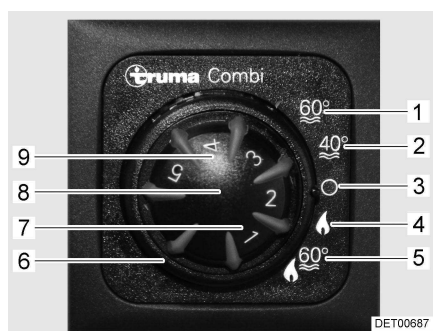

Fig. 80 Unidad de mando
- Ajustar el modo de funcionamiento con el interruptor giratorio (Fig. 80,6).
En el modo de invierno "calefacción y preparación de agua caliente" (Fig. 80,5), al conectar la calefacción, automáticamente también se calentará el agua sanitaria. Cuando la calefacción se desconecta al alcanzar la temperatura ambiente deseada, se continuará calentando el agua sanitaria hasta alcanzar la temperatura del agua.
En el modo de funcionamiento "sólo calefacción" (Fig. 80,4), la calefacción puede funcionar estando el depósito de agua sanitaria vacío.
- Girar el botón giratorio de temperatura (Fig. 80,8) de la unidad de mando al nivel deseado.
- Ajustar el interruptor giratorio (Fig. 80,6) en modo de invierno "sólo calefacción" (Fig. 80,4) o en modo de invierno "calefacción y preparación de agua caliente" (Fig. 80,5).
La luz de control verde (Fig. 80,7) estará iluminada.
- Ajustar el interruptor giratorio (Fig. 80,6) en "O" (Fig. 80,3).
- En la unidad de mando (Fig. 80) poner el interruptor giratorio (Fig. 80,6) en "modo de verano" (Fig. 80,1 ó 2).
La luz de control amarilla (Fig. 80,9) está iluminada durante la fase de calentamiento. Al alcanzar la temperatura del agua finaliza la fase de calentamiento y se apaga la luz de control amarilla.
En caso de avería, la luz de control (Fig. 80,9) en la unidad de mando se iluminará de color rojo (véase apartado 15.7).
- En la unidad de mando (Fig. 80) poner el interruptor giratorio (Fig. 80,6) en "O".